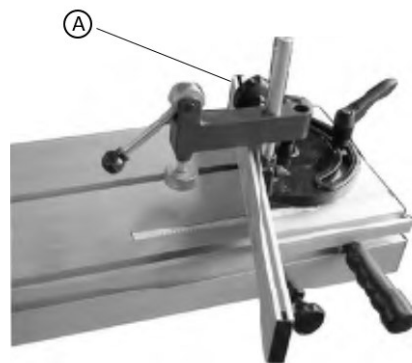

Abb.5-7:Montage des Niederhalters/ Gehrungslehre
- Schieben Sie die Niederhalter-/Gehrungslehre auf den Schiebetisch, und zwar so weit wie möglich. Verriegeln Sie die Niederhalter-/Gehrungslehre auf dem Tisch mit dem Sterngriff (Pos. A, Abb. 5-7).